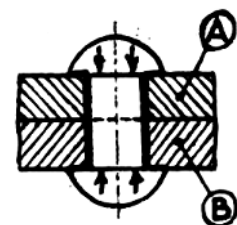

Figure 8
- D. Liaison indémontable** Les deux pièces formant la liaison ne peuvent plus être séparées ou démontées sans que l'une d'elles au moins soit détériorée ou détruite. La liaison indémontable est appelée aussi liaison permanente ou fixe (Figure 8). Ce type de liaison peut être obtenu par: